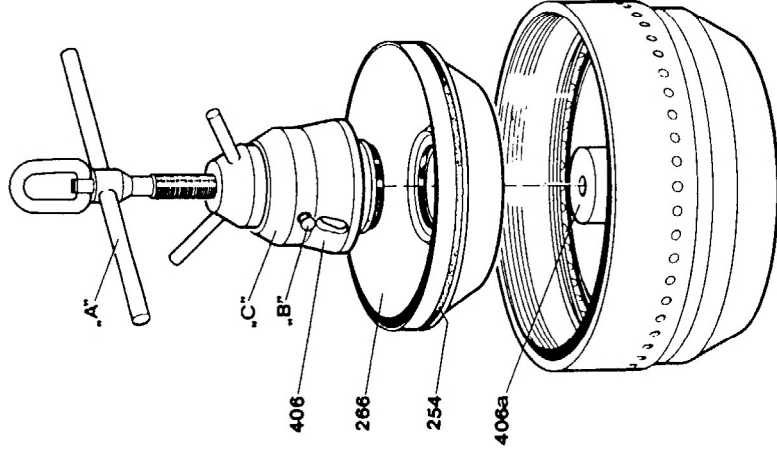

Bild 4/4a
7) Dichtring 254 (Bild 4/4a) in die Nute des Schleuderraumbodens einlegen. Man verfähre dabei wie beim Einlegen der Dichtringe in den Kolbenschieber (siehe Pos. 5) und beachte auch folgenden Hinweis: